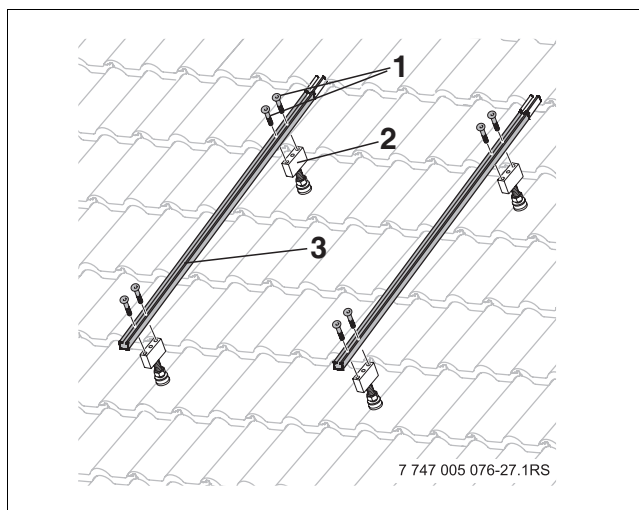

Bild 42 Profilschiene-Kollektor an Haltebock befestigen
- Profilschienen-Kollektor (Bild 42, [3]) jeweils mit zwei Schrauben [1] am Haltebock [2] befestigen, dabei im unteren Langloch beginnen.